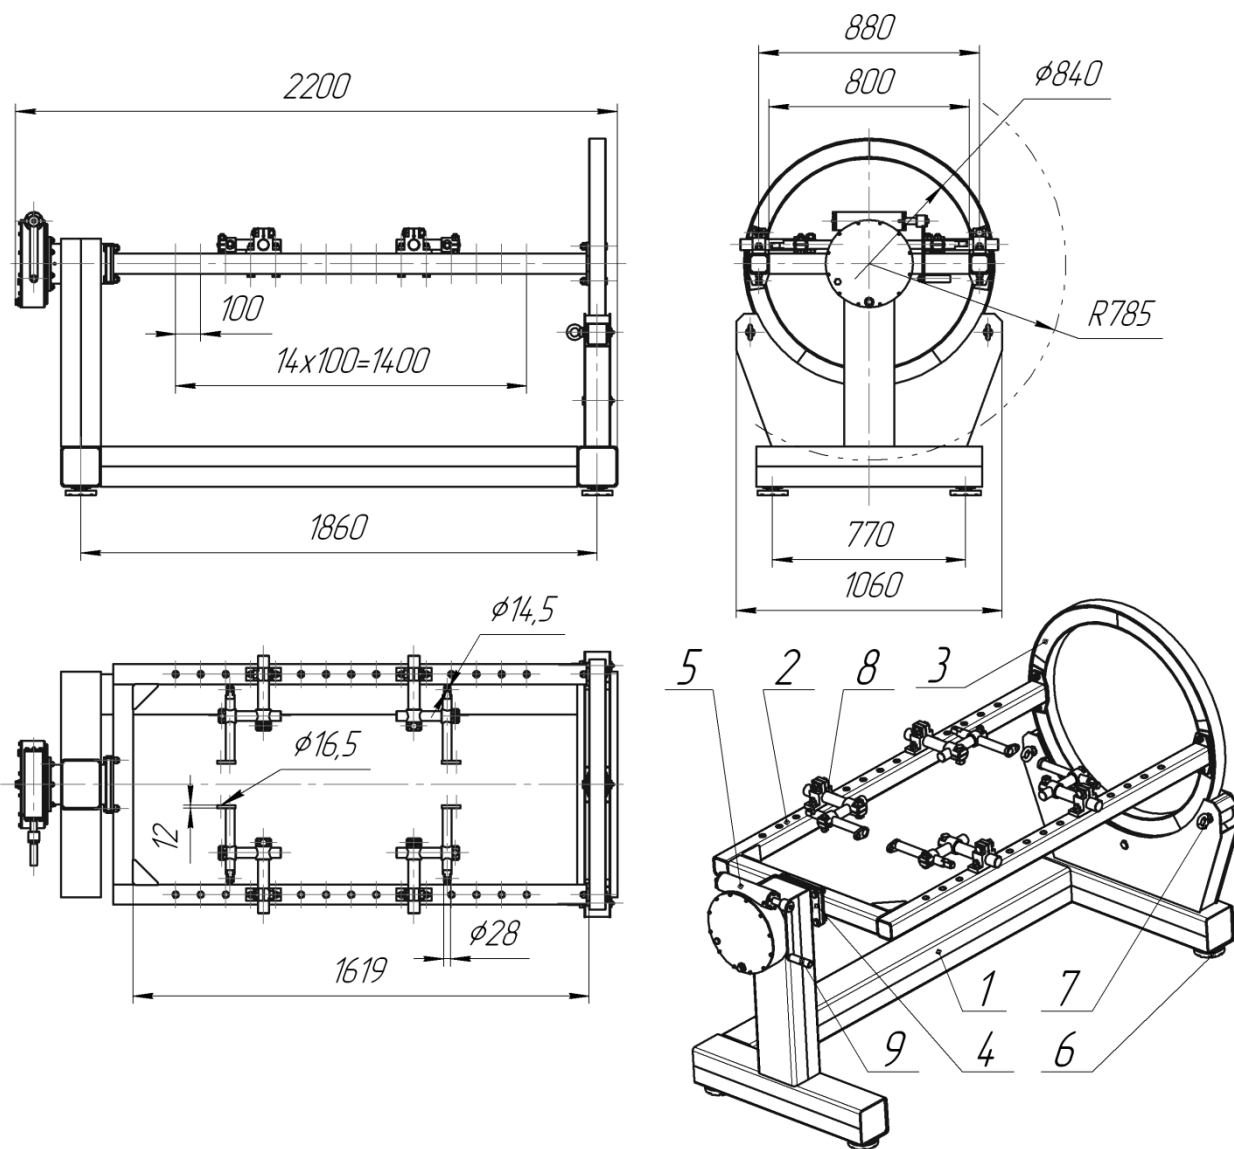

Рис. 1 Стенд P776E
4.1. Двигатель, установленный через адаптеры 8 (рис. 1) на траверсу 2, поворачивается вращением тихоходного вала червячного редуктора 5 в положение наиболее удобное для работы. Редуктор соединен с траверсой шпинделем 4. С противоположной стороны траверса жестко закреплена с опорным кольцом 3. Кольцо опирается на три ролика, закрепленных в раме 1. Вращение быстроходного вала червячного редуктора осуществляет через рукоятку 9.